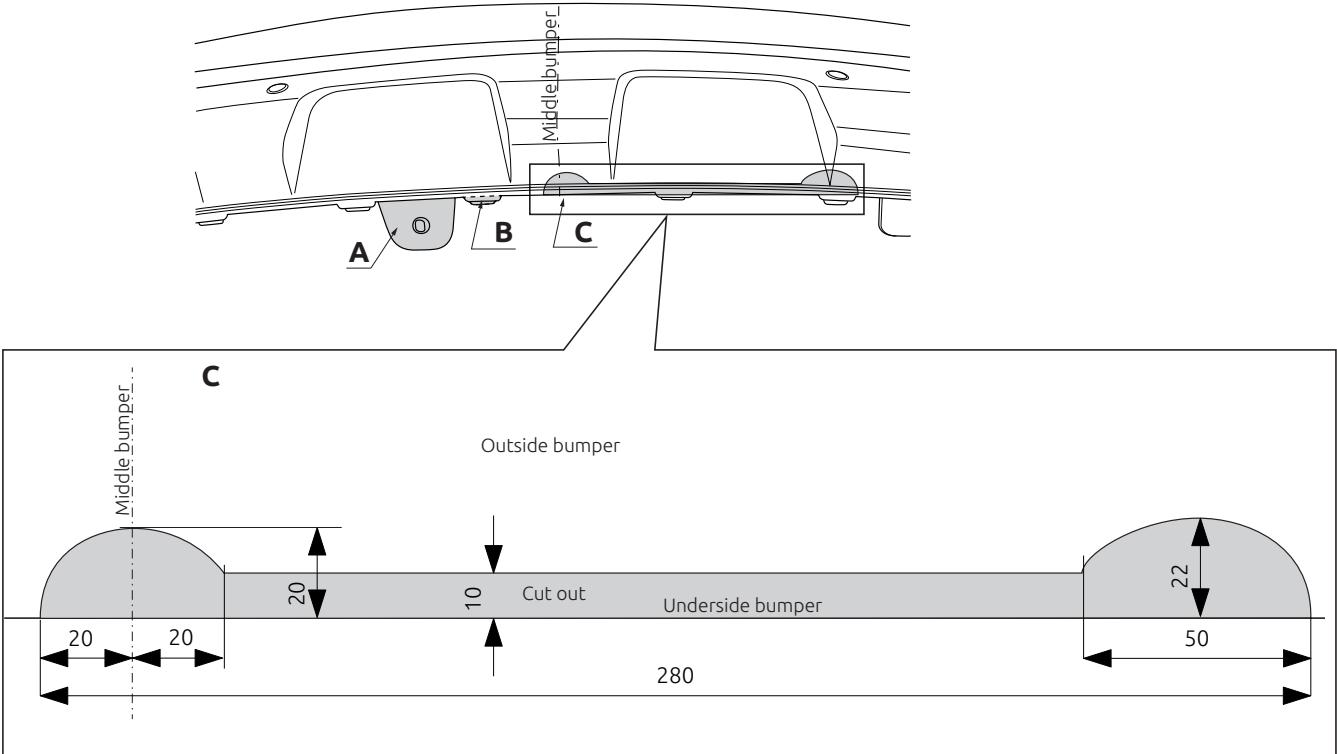

Fig. 4
12. Выпилить обозначенные части, как указано на рис. 4.